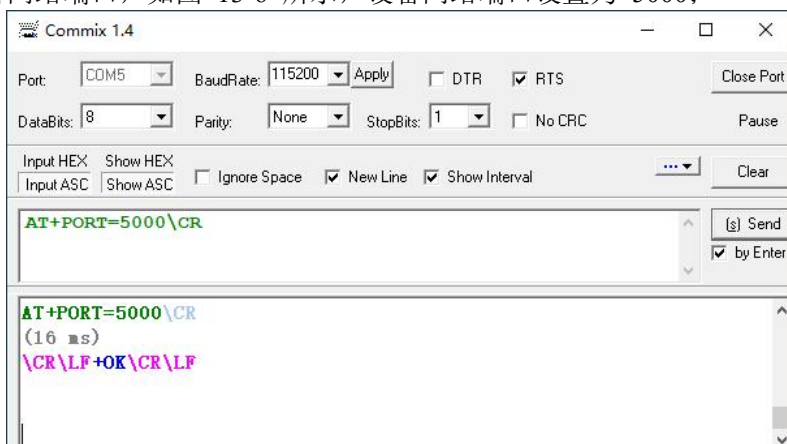

图 13-6 设备网络端口设置界面
4) 设置设备网络端口, 如图 13-6 所示, 设备网络端口设置为 5000;